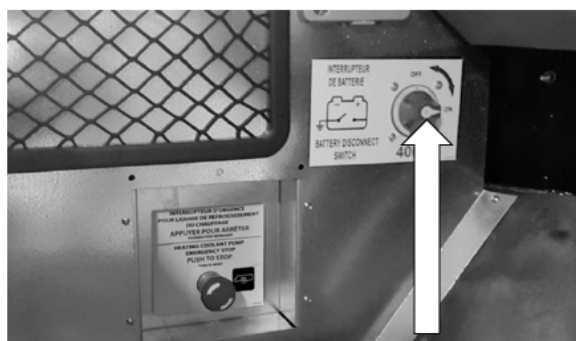

Figure 2 - Emplacement de l'interrupteur de batterie intérieur
4. Localisez l'interrupteur de batterie intérieur et mettez-le à la position « OFF » (Arrêt) (Figure 2).